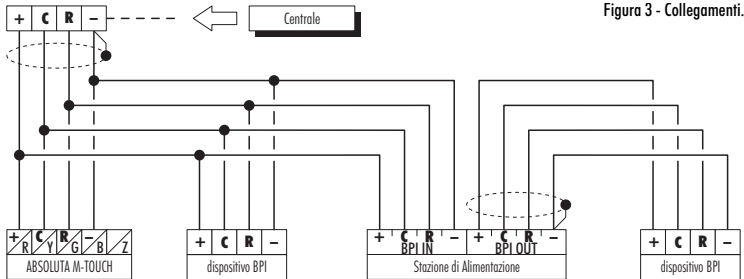

Figura 3 - Collegamenti.
2. Collegare i quattro fili del bus BPI della centrale (+, C, R, -) ai morsetti della tastiera come mostrato in Figura 3.